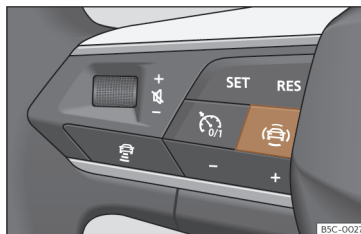

Fig. 58 Lado esquerdo do volante multifunções: botão para os sistemas de assistência à condução (conforme versão).
- Pressione o botão »» Fig. 58 para abrir o menu **Assistentes**.